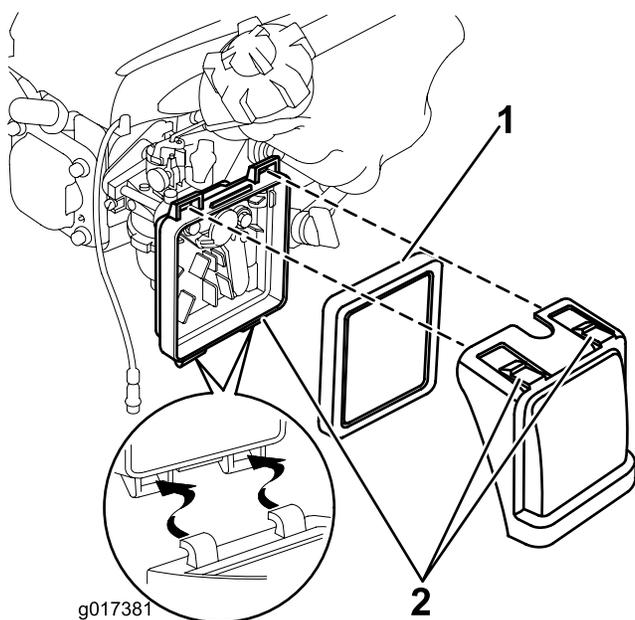

Figura 16
1. Pressione as patilhas do trinco na parte superior da cobertura do filtro de ar (Figura 16).
2. Abra o motor (Figura 16).
3. Retire o filtro (Figura 16).
6. Introduza o filtro no filtro de ar. (Figura 16).
7. Coloque a tampa (Figura 16).